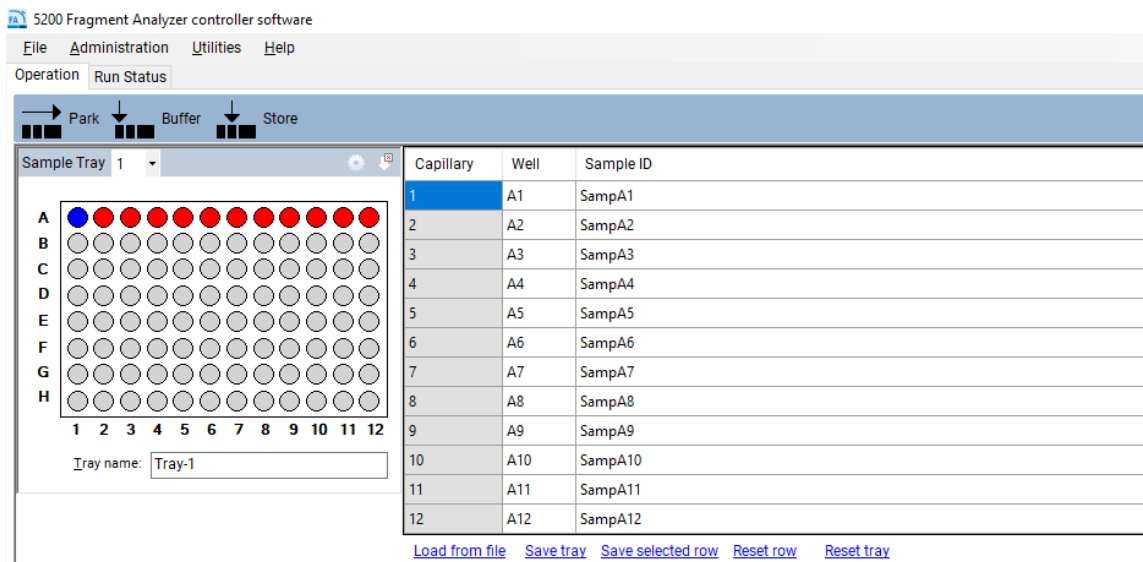

Figure 80 Ajout manuel de noms d'échantillon
- 3 Cliquez sur **Save tray** (Enregistrer le plateau) ou **Save selected row** (Enregistrer la rangée sélectionnée) pour enregistrer le fichier au format .txt ou .csv (figure 80).